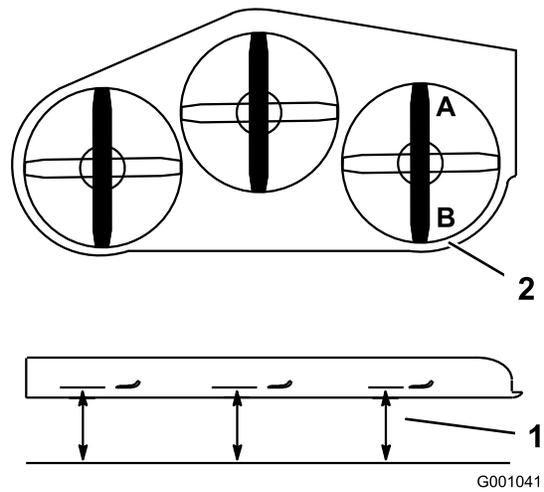

**Figure 63**
4. Mesurez la hauteur du bâti porteur au point **A** (Figure 63).
- Mesurez la hauteur du bâti porteur au point **B** (Figure 63).